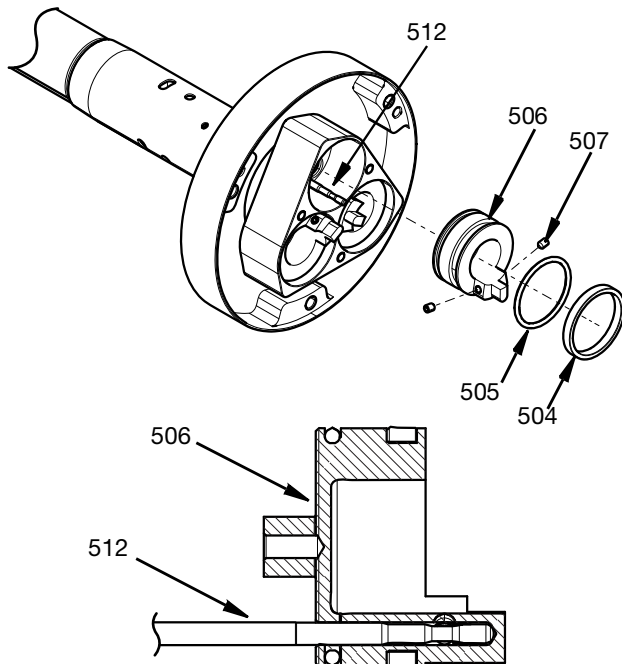

FIG. 31
- Lubrificare gli O-ring (505) e gli anelli guida (504) con grasso sintetico.
- Inserire i pistoni nel corpo del cilindro (509) allineando al tempo stesso il foro della valvola di intercettazione sull'asta con la valvola di intercettazione sull'asta (512).
- Spingere insieme i pistoni e la valvola di intercettazione sull'asta in modo che le valvole di intercettazione sull'asta tocchino il fondo del foro del pistone. Vedere FIG. 31.
- e. Applicare frenafili (Loctite™ 242 blu o equivalente) alle due viti M4 (507) e serrare per bloccare insieme il pistone e la valvola di intercettazione dell'asta. Serrare a 3,3 N•m (29,2 in-lb).
- f. Controllare il movimento della valvola di intercettazione sull'asta e del pistone in modo che possano muoversi uniformemente senza inceppamenti. Vedere FIG. 31.